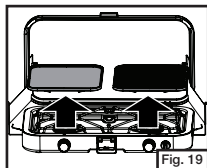
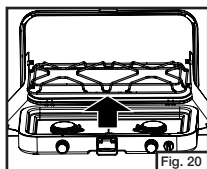

Fig. 19
Fig. 20
- Soulevez l'accessoire gril, la plaque chauffante et le support de casserole. (Fig. 19 & Fig. 20)